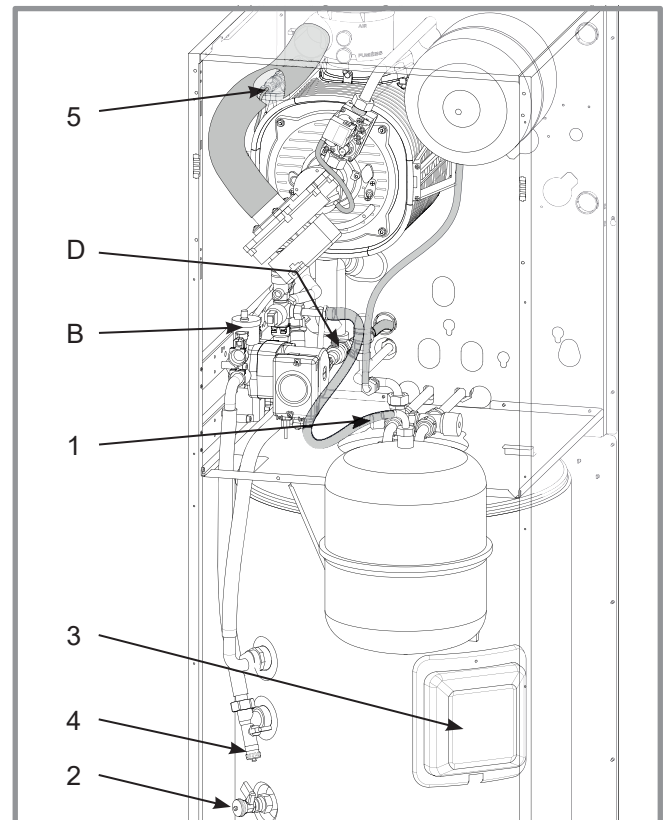

figure 51 - Vannes et purgeur
(*figure 51, page 45, rep. 4*).
- Ouvrir le purgeur de la chaudière (*figure 51, rep. 5*).